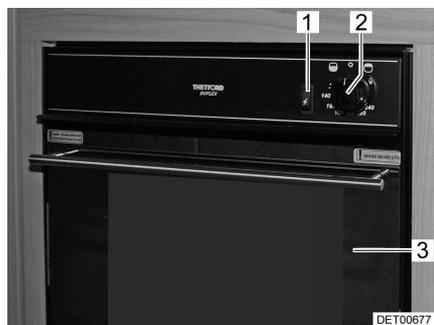
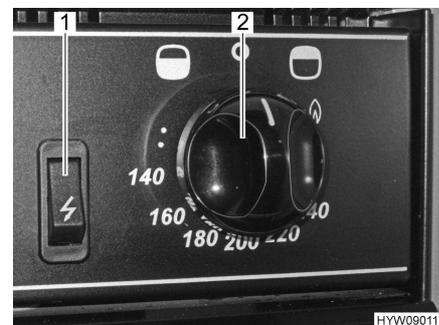

Fig. 88 Four à gaz avec grill
Fig. 89 Boutons de commande (four à gaz avec grill)
- Ouvrir complètement la porte du four (Fig. 88,3).
- Appuyer sur le bouton tournant (Fig. 88,2 et Fig. 89,2) et le régler à la puissance maximale en le faisant tourner dans le sens inverse des aiguilles d'une montre (en direction du symbole de four "☼").
- Enfoncer le bouton tournant (Fig. 88,2 et Fig. 89,2) et le maintenir enfoncé pendant 5 à 10 secondes. Le gaz s'écoule vers le brûleur.
- Appuyer sur l'interrupteur d'allumage (Fig. 88,1 et Fig. 89,1) jusqu'à ce que la flamme se consume.
- Appuyer sur le bouton tournant (Fig. 88,2 et Fig. 89,2) et le placer sur le symbole de la flamme e en le faisant tourner dans le sens des aiguilles d'une montre (en direction du symbole de grill "☼").
- Placer le bouton tournant (Fig. 88,2 et Fig. 89,2) sur "0". La flamme s'éteint.